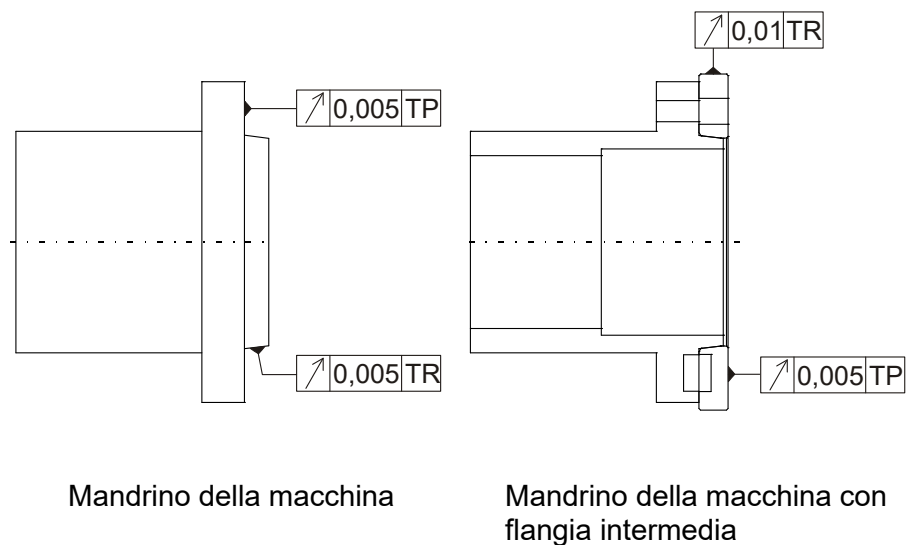

Fig. 3-2: Controllo dell'oscillazione radiale e assiale
- Passo 2** Rimuovere il coperchio (1) dal mandrino di serraggio e inserire la vite di trazione corrispondente (5).
- Passo 3** Avvitare la protezione frenafili (6) sulla vite di trazione. Tra le superfici di contatto tra la protezione frenafili (6) e il mandrino di serraggio deve essere regolato un gioco di 0,1 mm!
- Passo 4** Bloccare la protezione frenafili (6) serrando il perno filettato laterale.
- Passo 5** Portare il tubo di trazione (2) nella posizione più avanzata e avvitare l'adattatore (3), dopo aver cosparsa la filettatura con una pasta in rame per prevenire la formazione di ruggine/il grippaggio.
- Passo 6** Fissare la flangia intermedia (4) sul mandrino della macchina (se il mandrino di serraggio non è avvitato direttamente al mandrino della macchina) e controllare l'oscillazione radiale e assiale secondo la Fig. 3-2.